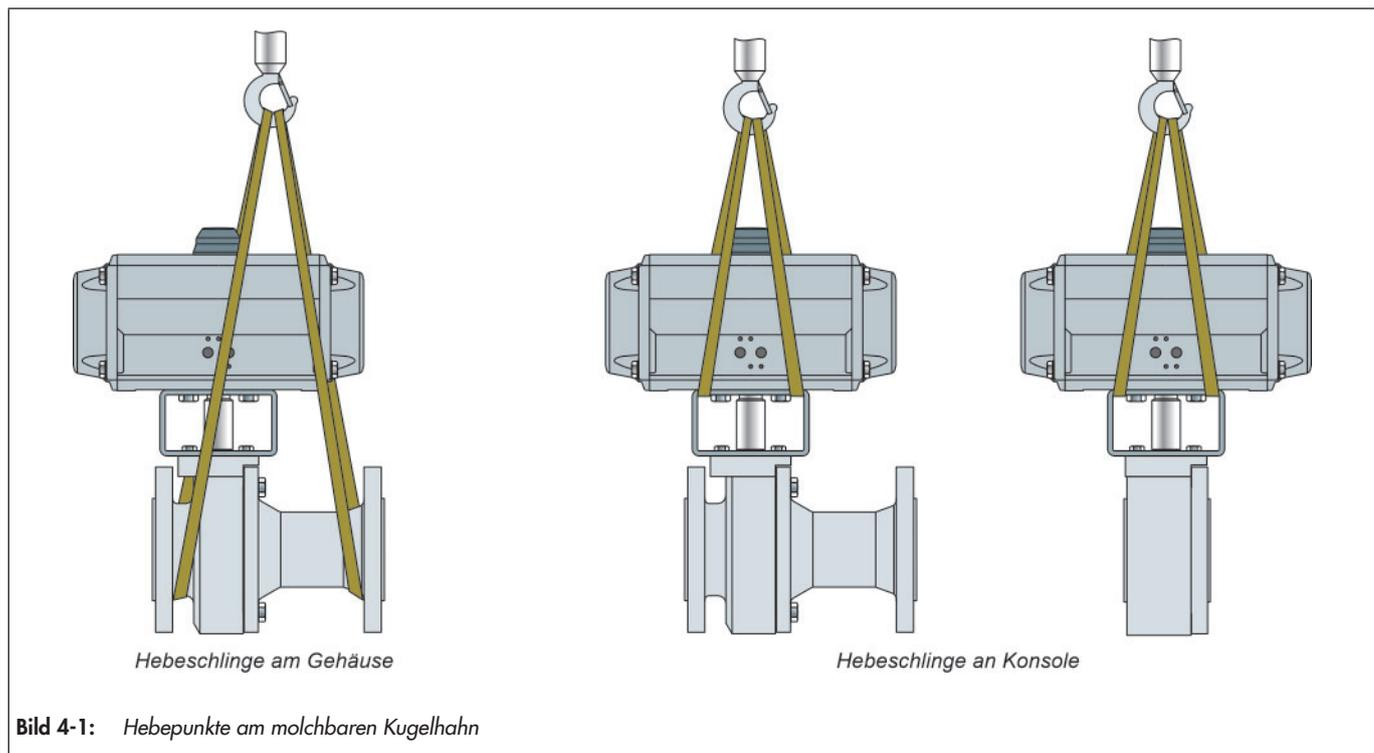

Bild 4-1: Hebepunkte am molchbaren Kugelhahn
- ⇒ Als Tragmittel einen Haken mit Sicherheitsverschluss verwenden, damit die Anschlagmittel beim Heben und Transportieren nicht vom Haken rutschen können, vgl. Bild 4-1.
- ⇒ Je eine Hebeschlinge an den Flanschen des Gehäuses und am Tragmittel (z. B. Haken) des Krans oder Gabelstaplers anschlagen, vgl. Bild 4-1. Dabei die Sicherheit, Tragfähigkeit und Länge der Hebeschlingen beachten
- ⇒ Je eine Hebeschlinge an der Konsole und am Tragmittel (z. B. Haken) des Krans oder Gabelstaplers anschlagen, vgl. Bild 4-1. Dabei die Sicherheit, Tragfähigkeit und Länge der Hebeschlingen beachten.